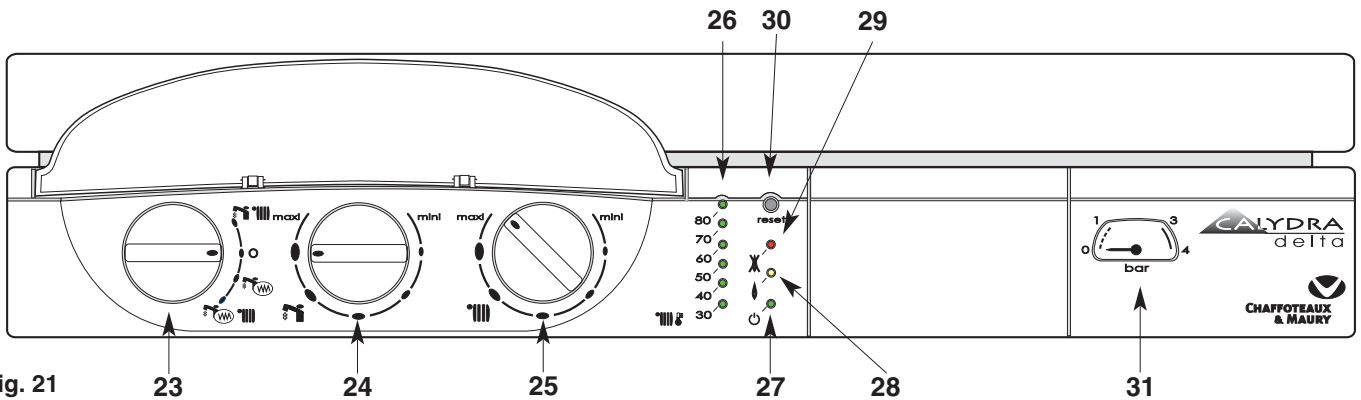

Fig. 21
Tableau de bord (fig. 21)
- Placez le commutateur **23** (fig. 21) en position  voyant vert **27** allumé ; le voyant orange **28** (fig. 21) s'allume chaque fois que le brûleur entre en fonction.
Le bouton de réglage du chauffage **25**  (fig. 21) donne la possibilité d'ajuster la température de l'eau du circuit de chauffage en fonction des besoins saisonniers.
- Placez le commutateur **23** en position «O » le voyant vert **27** (fig. 21) reste allumé. La fonction hors gel de la chaudière reste active.